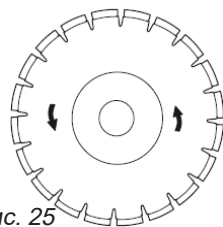

Рис. 25
- При использовании алмазного диска убедитесь, что он вращается в направлении, указанном стрелкой на диске (рис. 25).